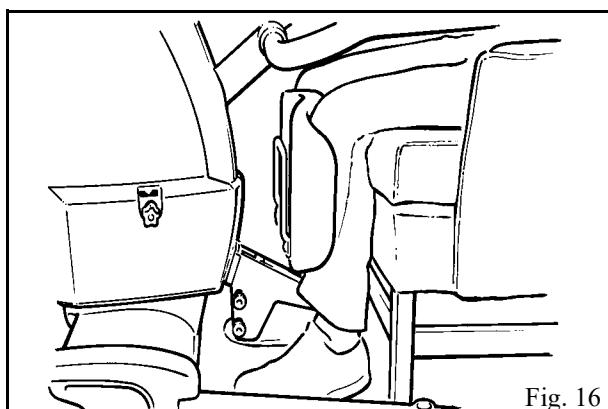

Fig. 16
6. Acerque con cuidado la grúa hasta que toda la parte inferior de la pierna esté en contacto con el Proactive Pad (véase la fig. 16).